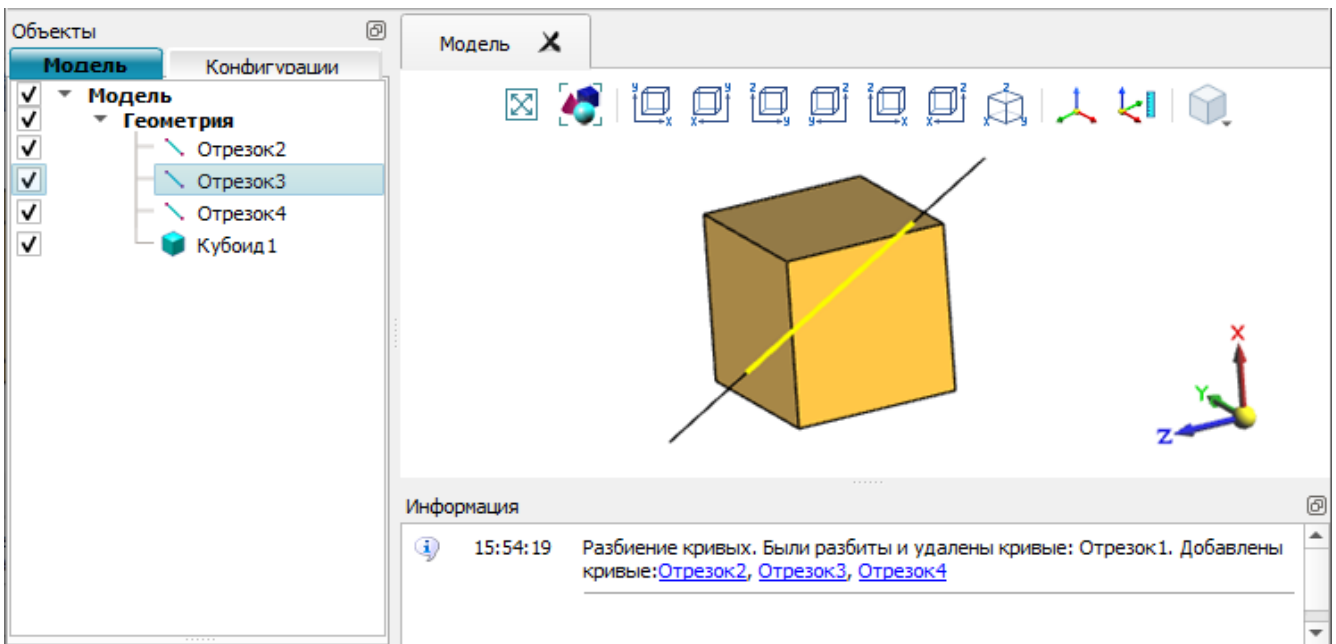

Рис. 31
7.6.2. В результате выполнения операции в приведенном примере будут созданы три сегмента *Отрезок8*, *Отрезок9*, *Отрезок10*, непересекающиеся с объектом *Кубоид1*. Сам объект *Отрезок1* будет удален. Сообщение о выполнении будет добавлено в окно «Информация». (рис. 31).